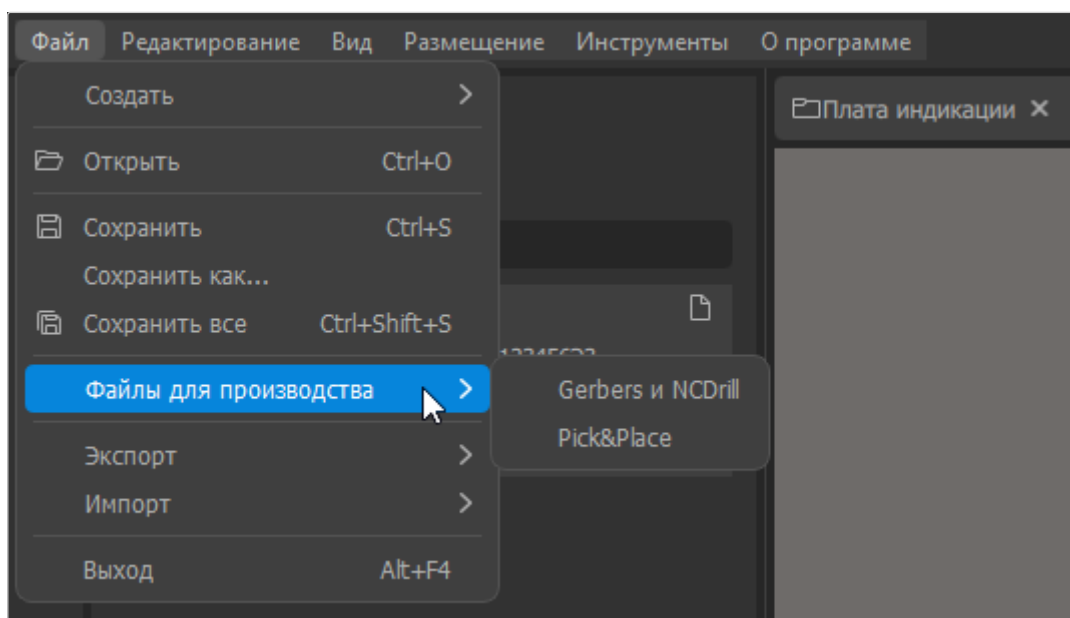

Рисунок 173. Меню «Файл» → «Файлы для производства»
- 2) Вызвать команду меню *Файл* → *Файлы для производства* → *Gerbers и NC Drill* (см. рисунок 173).